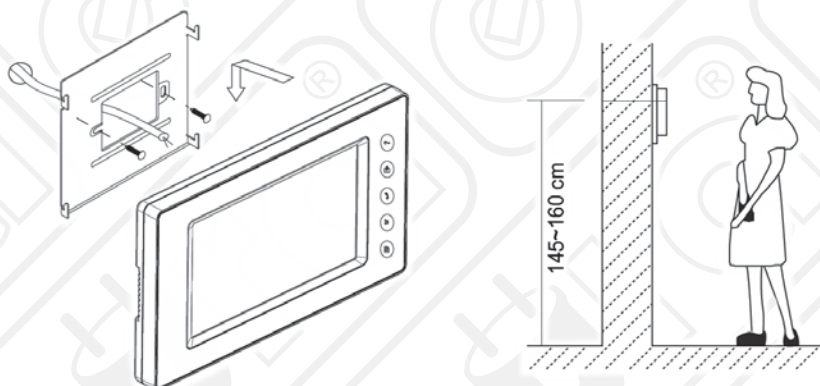

Rys.3. Widok zewnętrzny monitora VDA-09A5
Budowę monitora VDA-09A5 wraz z rozmieszczeniem wszystkich jego elementów zewnętrznych pokazano na rys. 3
2. Podłączyć do monitora 2 żyły przewodu biegnącego z modułu VXA-45A5, zgodnie ze schematem z rys.3 lub 4.